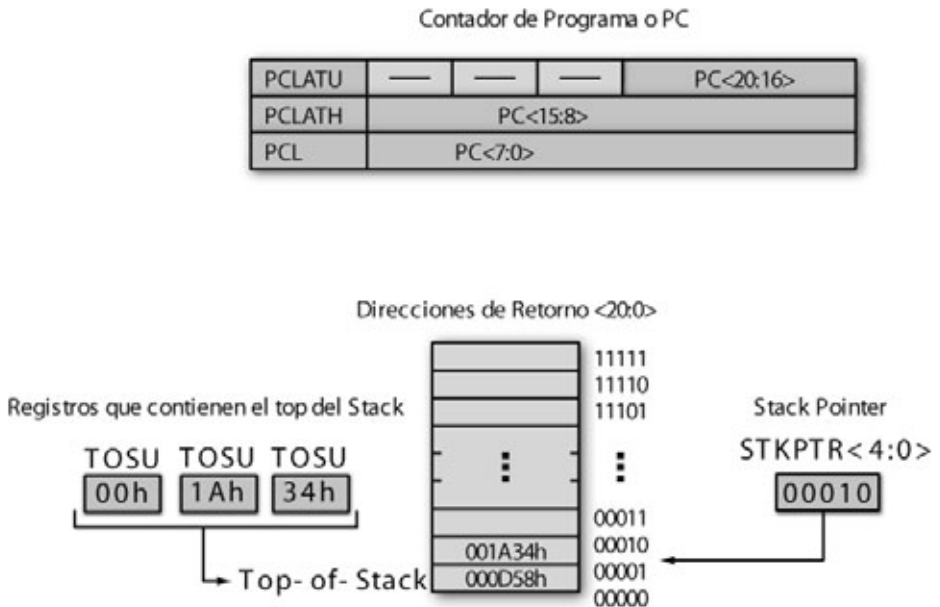

FIGURA 5. Contador de programa y pila o stack de 31 niveles. El contador siempre tiene la dirección de la próxima instrucción por ejecutar.
El **contador de programa (PC)** especifica la dirección de la instrucción que se va a ejecutar. Tiene **21 bits** de ancho, separados en **tres registros de 8 bits**. El byte bajo es conocido como registro **PCL**. El byte alto, o registro **PCH**, contiene los bits <15:8> del PC. Las actualizaciones del registro PCH se realizan a través del registro de **PCLATH**. El tercer registro o **byte superior** se llama **PCU**, y contiene los bits <20:16> (**Figura 5**).